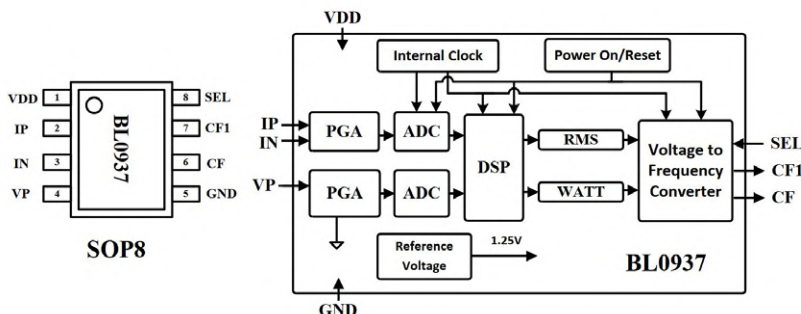

Bild 22. Pin-Belegung und Blockschaltung des BL0937. Quelle: [4].
Es handelt sich hier um ein Smart-Meter-IC für Steckdosen und andere smarte Applikationen, das in einphasigen Netzen eine Leistungsmessung durchführen kann. Pin-Belegung und Blockschaltung des BL0937 sind in **Bild 22** zu sehen. Am Pin CF wird ein Signal mit der Information über die aktuell gemessene Leistung ausgegeben. Hierzu werden Impulse fester Breite (38  $\mu$ s) mit einer zur Leistung proportionalen Frequenz generiert. An CF1 steht entweder ein zum Effektivwert des Stroms (Pin SEL auf „low“) oder der Spannung (Pin SEL auf „high“) proportionales Signal mit gleicher Logik wie bei Pin CF an. Beim Vergleich der Beschaltung von U3 in Bild 15 mit der Referenzschaltung des BL0937 fällt auf, dass die Widerstandswerte des Spannungsteilers zur Spannungsmessung nicht denen des Datenblatts [4] entsprechen. Bei U3 wird ein Teilverhältnis von 2.400:1 statt 1.980:1 wie beim BL0937 verwendet, was für alternative Software relevant sein dürfte. Der Strom wird als Spannungsabfall über den 1-m $\Omega$ -Shunt R7 gemessen, der im Pfad des Neutralleiters (N) platziert ist. Die Spannung an R7 ist über R6 und R5 mit Pin 2 und Pin 3 von U3 verbunden. Zusammen mit C11 und C12 ergeben sich Tiefpässe zur Filterung der Signale. Die Pins SEL, CF1 und CF haben 10-k $\Omega$ -Pullup-Widerstände und geben ihre Signale über 10- $\Omega$ -Widerstände an Eingänge der MCU. U3 braucht also nur wenige externe Bauteile und ist damit sehr genügsam. Der Typ HJL-01 ist vermutlich preiswerter als ein BL0937, der schon unter 60  $\text{€}$  zu haben ist. Der Typ HLW8012 als Alternative würde über 30 % teurer sein.